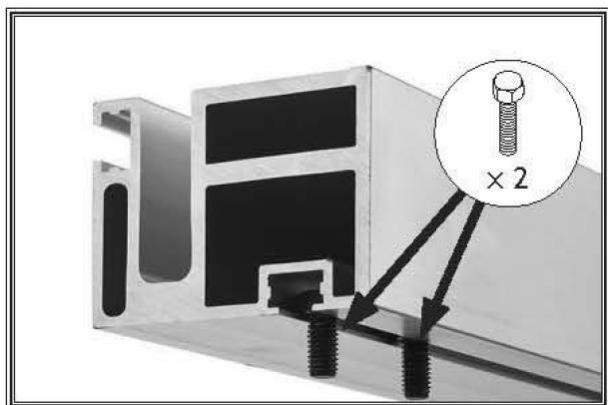

Рисунок 21. Расположение шестиуграных болтов для крепления выключателя.
10. Снимите (2) болты с шестиугранной головкой M8-1.25 x 16 с выключателя, затем снимите винт и торцевую крышку с левого конца направляющей параллельного упора. Вставьте шестиугранные болты в нижний паз на левом конце параллельного упора (см. рисунок 21). Эти болты будут использованы позже для крепления выключателя.